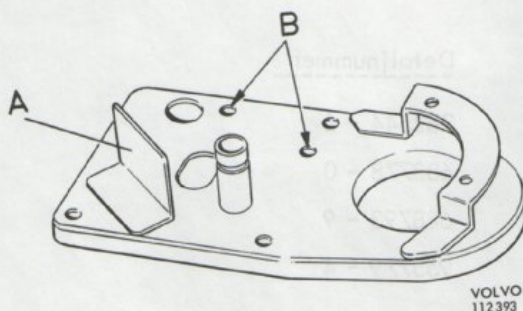

Bild 1
9. Bryt bort fästjärnet som kopplingsplinten satt i (Se bild 1).
10. Tät de 2 fästhål i fläkthuslocket där den gamla regulatören satt. Använd fästskruvarna för regulatören samt 2 st muttrar 955779-4 M 4. (Se bild 1).